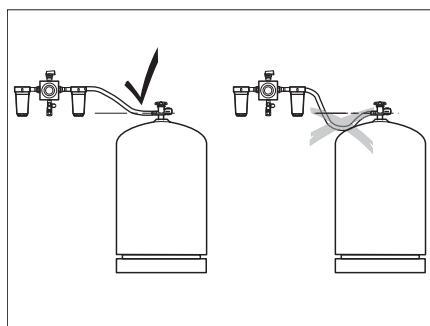

Fig. 72 Posa dei tubi flessibili ad alta pressione
- ▷ Nella posa dei tubi flessibili ad alta pressione verificare che i tubi siano sempre in pendenza verso l'alto (Fig. 72).